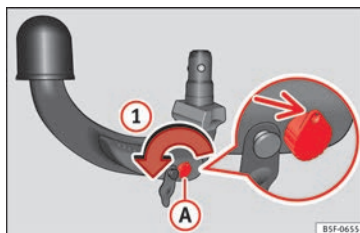

Fig. 223 Passaggio 1
- Girare la chiave nel senso della freccia ① finché la parte bucata raggiunge la sua posizione superiore »» fig. 223.